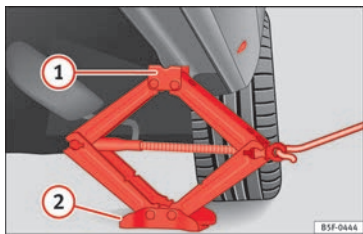

Abb. 74 Längsholm: Wagenheber ansetzen.
• Drehen Sie die Kurbel des unter dem Aufnahmepunkt des Längsträgers befindlichen Wagenhebers*, bis sich die Nase ① »» Abb. 74 unter der vorgesehenen Einführung befindet.
• Richten Sie den Wagenheber* so aus, dass sein Aufnahmehorn ① in die dafür vorgesehene Aufnahme am Unterholm „greift“ und die bewegliche Grundplatte ② plan auf dem Boden aufliegt. Die Grundplatte ② muss sich dabei senkrecht unter dem Aufnahmepunkt ① befinden.